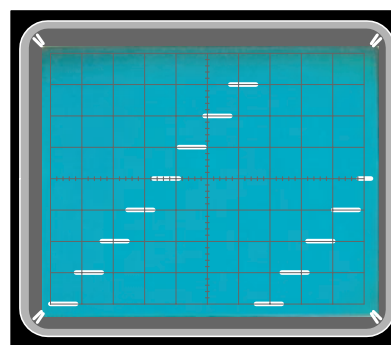
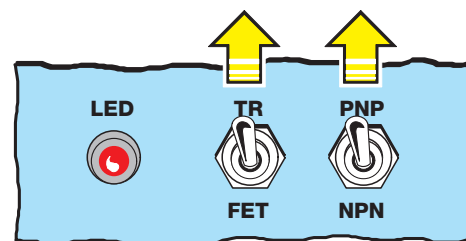

Figure 22: Le curseur de R21 est à régler de manière à obtenir à l'écran 7 marches distantes d'un carreau exactement.
Figure 23: Pendant le réglage, l'inverseur TR/FET est mis sur TR, alors que l'autre inverseur PNP/NPN l'est sur PNP.
Ce trimmer sert à faire varier l'amplitude de la rampe en escalier de façon à obtenir sur TP1 un signal de 1 V d'amplitude, ce qui correspond à 7 carreaux, comme le montre la figure 22. Avant d'effectuer ce réglage, mettez l'interrupteur S5 M/A sur ON (LD1 s'allume), placez l'inverseur S3 FET/TR en position TR et l'interrupteur S4 PNP/NPN sur PNP, comme le montre la figure 23.
- Tournez le curseur de R11 jusqu'à ce que l'amplitude et, par conséquent, la distance entre le premier et le dernier trait, soit égale à 7 carreaux, comme le montre la figure 22. Comme le sélecteur VOLTS/DIV. de CH1 est sur 1 V par carreau, comme le montre la figure 24, on comprend